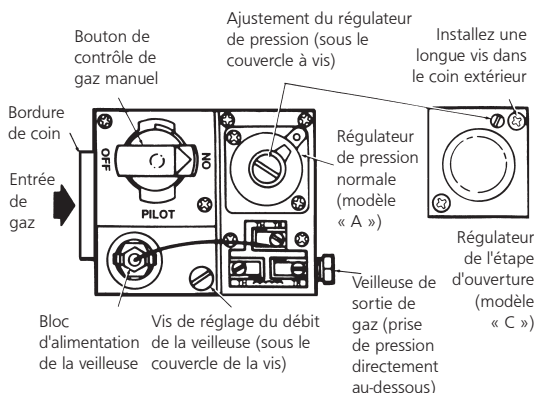

Figure 8. Vue du haut du contrôle du gaz de capacité standard
- a. Retirez le couvercle de la vis d'ajustement de la veilleuse. Reportez-vous à la figure 8.